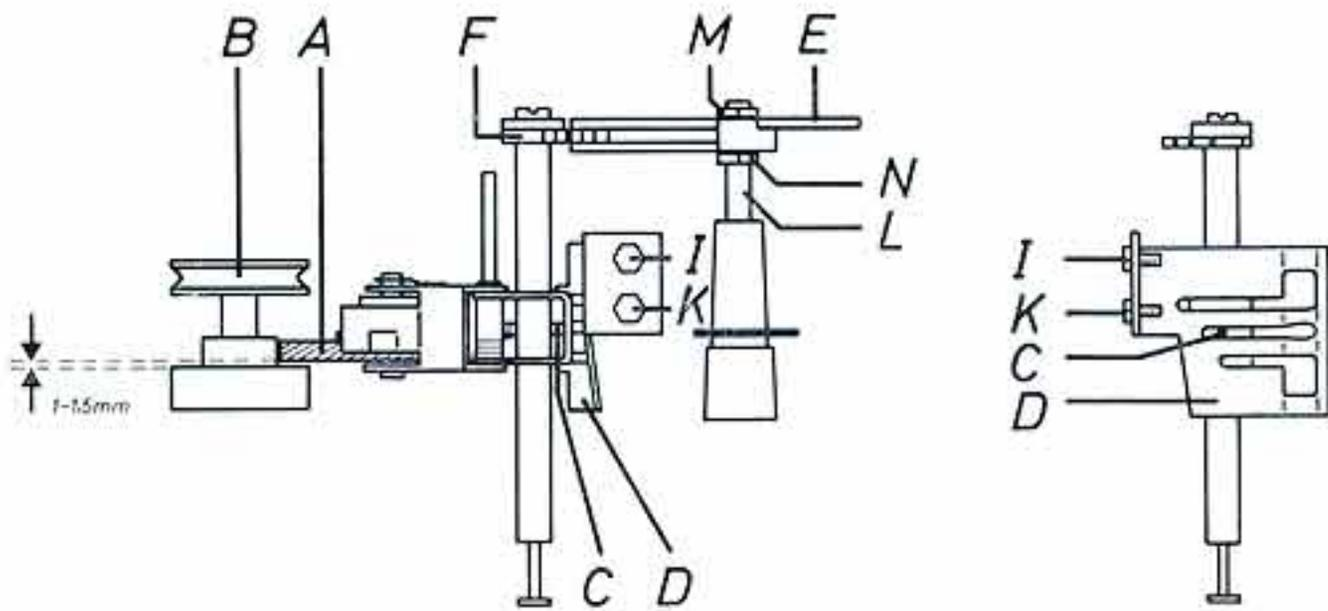

Abb. 7
1.5 Geschwindigkeitsumschalter (siehe Abb. 7)